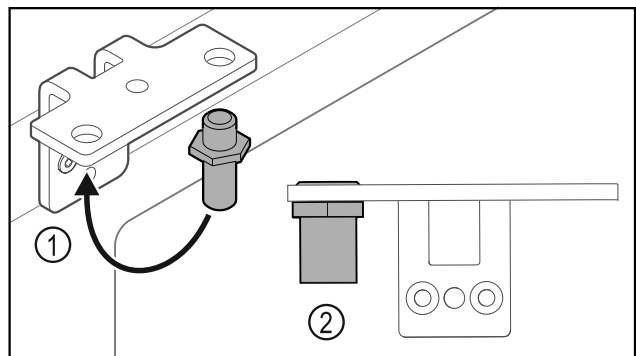

Fig. 36
- ▶ Helyezze át a csuklópántban a csapszeget Fig. 36 (1).
- ▶ Húzza meg a csapszeget Fig. 36 (2) **12 Nm-es forgatónyomatékkal**.